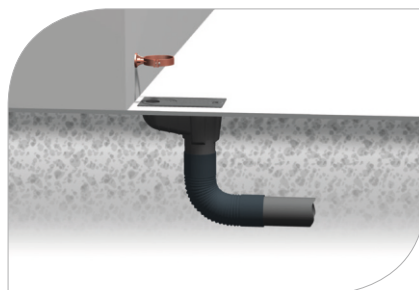
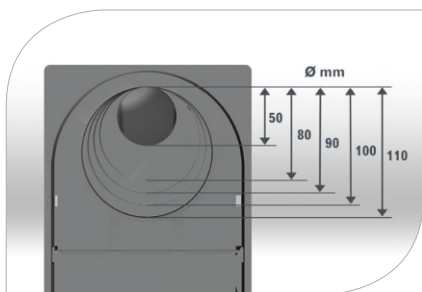
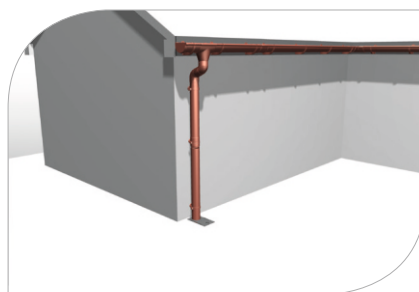

рис. 24
рис. 25
рис. 27
- 6.1 Отвод в канализацию. Разместите универсальный отстойник в грунте под водосточной трубой. Его нижний конец соедините с эластичным коленом, доходящим до труб подземной канализации (рис. 24) В крышке универсального отстойника вырежьте отверстие, равное по диаметру используемой водосточной трубе (рис. 25, 26). Водосточную трубу введите в отверстие крышки отстойника (рис. 27)